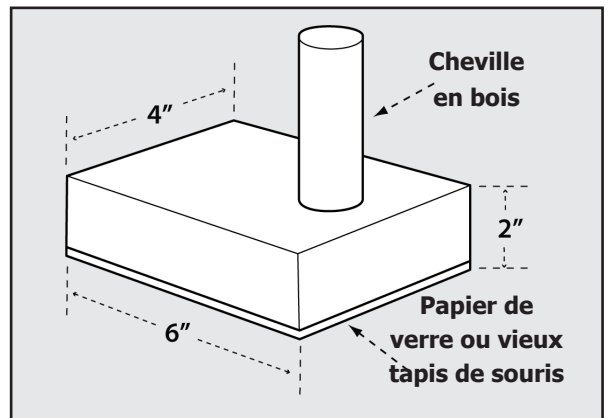

FIGURE 37
3. Collez un morceau de matériau mou ou rugueux tel que du papier de verre ou du caoutchouc à la partie inférieure du bloc pour prendre en main la pièce (les vieux tapis de souris fonctionnent bien). Voir Figure 37.